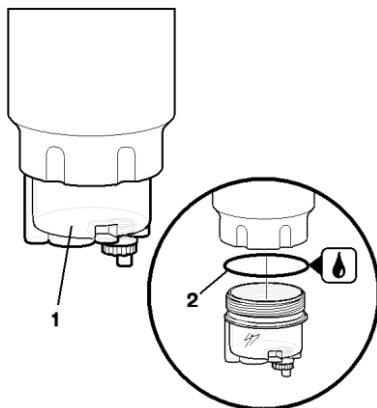

Рисунок 18 – Замена водосборника:
3. Отвернуть водосборник 1 (см. рисунок 18) с помощью специального ключа, при этом необходимо удерживать сменный фильтр, чтобы он не отвернулся.